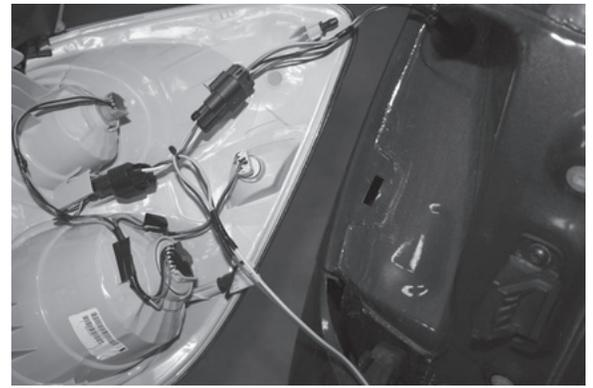

Fig.2
3. Starting on the driver's side unplug the factory taillight connector taking care not to damage the locking tabs. Plug the T-Connector portion containing the Brown & Yellow wires in between the driver side taillight housing and the vehicle's wire harness shown in **Figure 2**. Make sure to plug the T-Connector ends firmly into the vehicle harness connectors until they lock into place.
3. À compter du l'usine du feu arrière du côté conducteur débrancher le connecteur en prenant soin de ne pas endommager les languettes de verrouillage. Branchez la partie T-Connecteur contenant les fils marron et jaune entre le boîtier de feu arrière côté conducteur et le faisceau de fils du véhicule illustré dans la Figure 2. Assurez-vous de brancher le connecteur en T dans le véhicule termine fermement les connecteurs de faisceau verrouiller en place jusqu'à ce qu'ils.